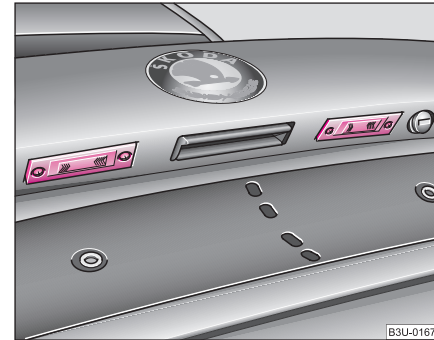

Fig. 200 Capacul portbagajului:
- Deșurubați geamul lămpii ⇒ fig. 200.